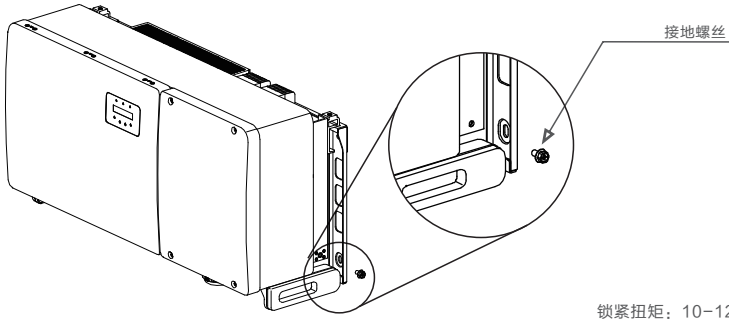

图3.18 固定线缆
6. 将接地线连接到散热器上的接地点，并拧紧接地螺栓，扭矩为10~12Nm（见图3.18）。